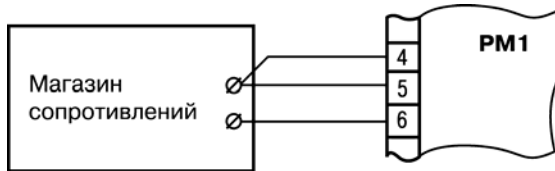

Рисунок 5.3
1. Присоедините к прибору магазин сопротивлений или резистор по трехпроводной схеме (см. рисунок 5.3).